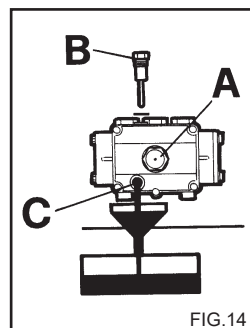

FIG.14
2) Отвинтите пробку с шупом контроля уровня (fig. 14).